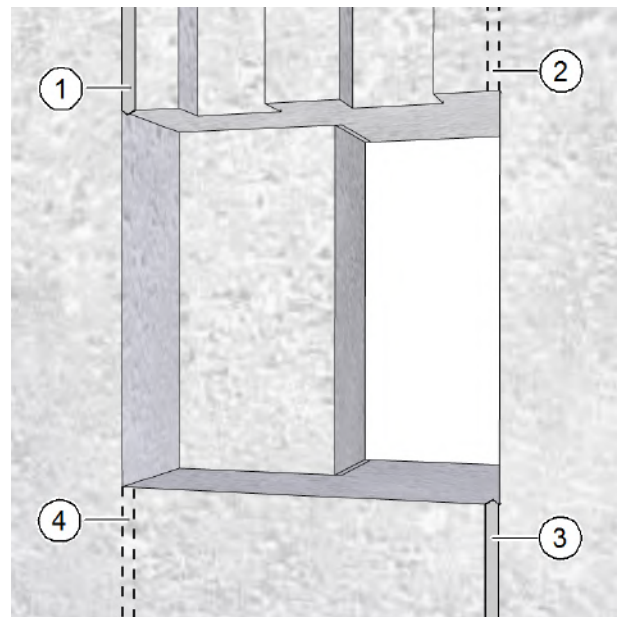

Abb. 16: Mauernuten für Anschlusskabel fräsen
- ▶ Fräsen Sie einen Kabelkanal für das Netzkabel (Pos. 1 in Abb. 16) und ggf. einen Kabelkanal für das Steuerkabel (Pos. 3 in Abb. 16).
- Die Mauernuten in Abb. 16 sind beispielhaft. Alternative Kabelkanäle sind gestrichelt dargestellt (Pos. 2 und 4 in Abb. 16). Für die spätere Elektroinstallation empfiehlt es sich, das Netzkabel von links und das Steuerkabel von rechts an den Mauerdurchbruch heranzuführen.